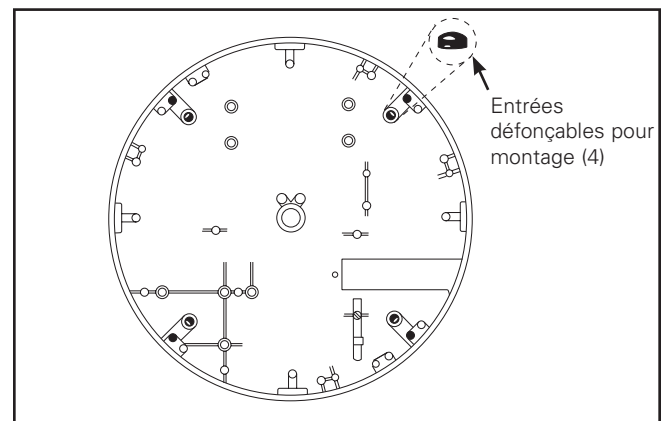

Figure 1.
4. Défoncez les 4 orifices de montage de 8 mm (5/16) du boîtier du ballast. Les orifices doivent être défoncés depuis l'intérieur (Figure 1.).